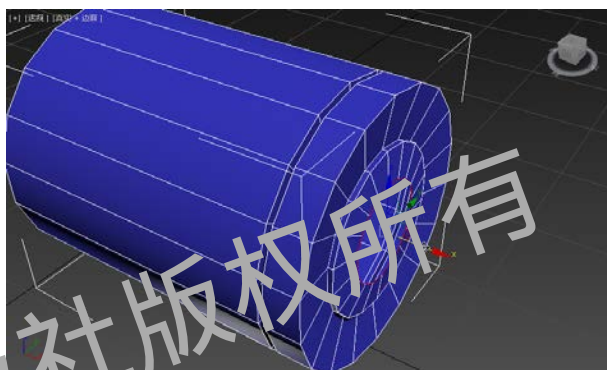

图 3-1-12 移动边界 (2)
STEP 12 使用【选择并移动】工具，将视图中的边界沿 Z 轴向外移动，如图 3-1-12 所示。